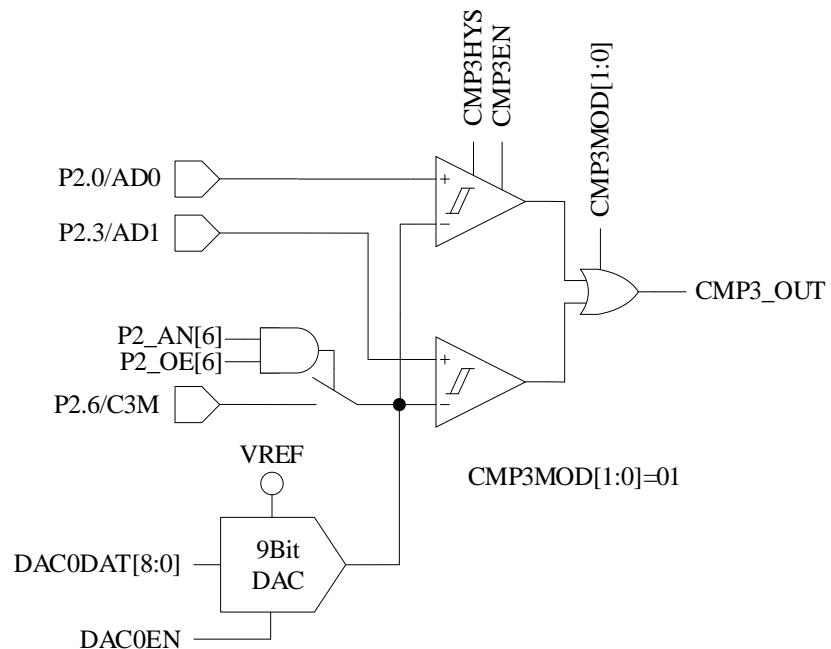

图 28-3 双比较器输入模式
- 配置  $CMP\_CR1[CMP3MOD] = 01$ ，CMP3 为双比较器输入模式，具体输入输出端口及接法如图 28-3 所示